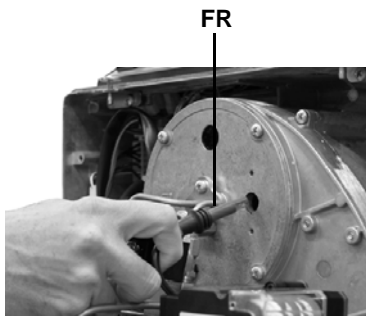

Fig. 17
- 4 cuando se enciende la lámpara **EVG** (véase el capítulo "Funcionamiento") extraer la fotorresistencia FR (Fig. 17) e iluminarla;